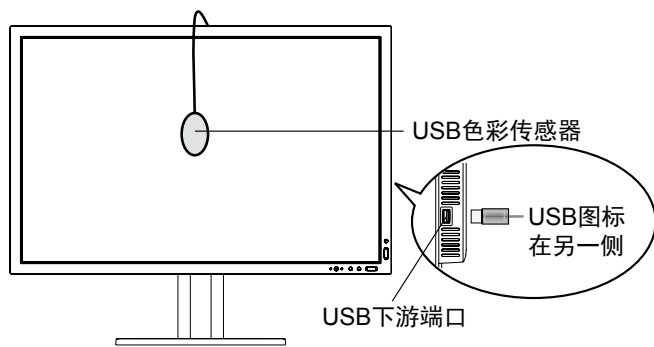

图 S.1
3. 将 USB 色彩传感器插入侧部 (直立式安装时为底部) USB 下游端口。(图 S.1)。
6. 该程序会请求将 USB 色彩传感器放置在显示面板的中心 (图 S.3)。将显示面板后倾 5° 左右并将 USB 色彩传感器放置在显示面板的中心 (图 S.1)。
3. 该程序会请求将 **USB** 色彩传感器放置在显示面板的中心（图 S.2）。将显示面板后倾 5° 左右并将 **USB** 色彩传感器放置在显示面板的中心（图 S.1）。